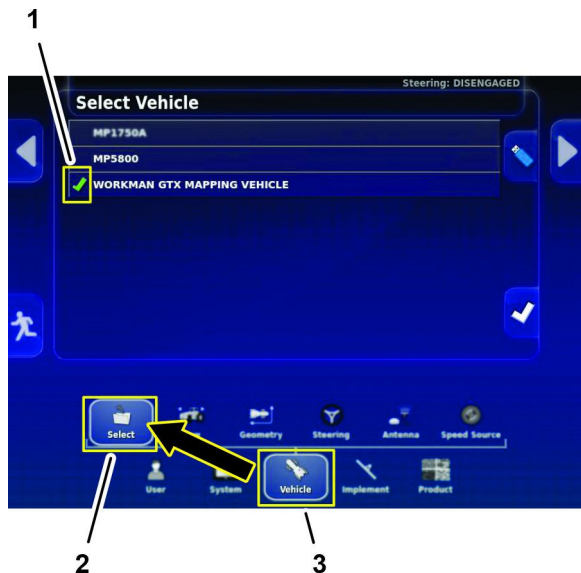

図 202
1. 設定画面で以下のアイコンを押す 車両アイコンと選択アイコン 図 202。